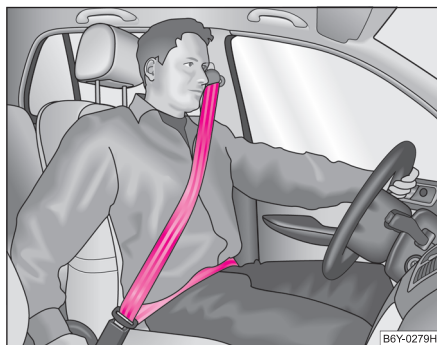

Fig. 121 Position correcte de la sangle baudrier et de la sangle sous-abdominale
- La sangle baudrier ne doit jamais passer au niveau du cou, mais à peu près au milieu de l'épaule et bien s'appliquer sur le buste. La sangle sous-abdominale doit passer devant le bassin, mais pas sur le ventre, et être toujours bien appliquée ⇒ fig. 121. Si nécessaire, ajuster la ceinture.